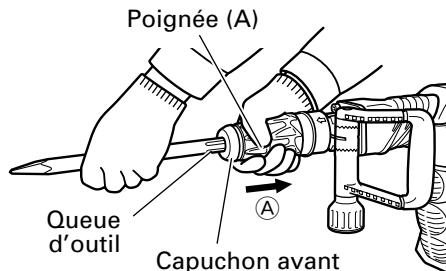
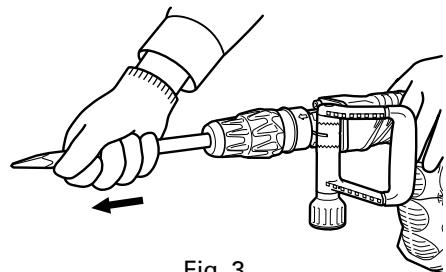

Fig. 2
Fig. 3
- (1) Nettoyer la section de la queue de l'outil.
- (2) Comme indiqué sur la Fig. 2, tirer sur la poignée (A) dans le sens (Ⓐ), et insérer l'outil dans l'un des orifices du capuchon avant.
- (3) Régler la position de la rainure tout en tournant l'outil, et l'insérer encore davantage jusqu'à ce qu'il touche le fond de l'orifice.
- (4) Ramener la poignée (A) sur sa position d'origine, tirer sur l'outil et vérifier qu'il est bloqué à fond. (Fig. 3)
Comme indiqué sur la Fig. 2, tirer sur la poignée (A) et sortir l'outil.